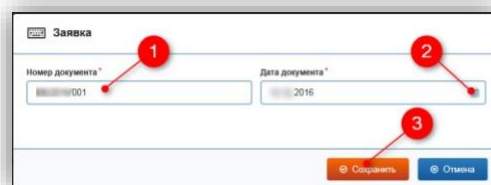

Рисунок 150 – Реквизиты документа
- В появившемся окне «Заявка» заполните поля «Номер документа» и «Дата документа» и нажмите кнопку «Сохранить» (рис. 150).